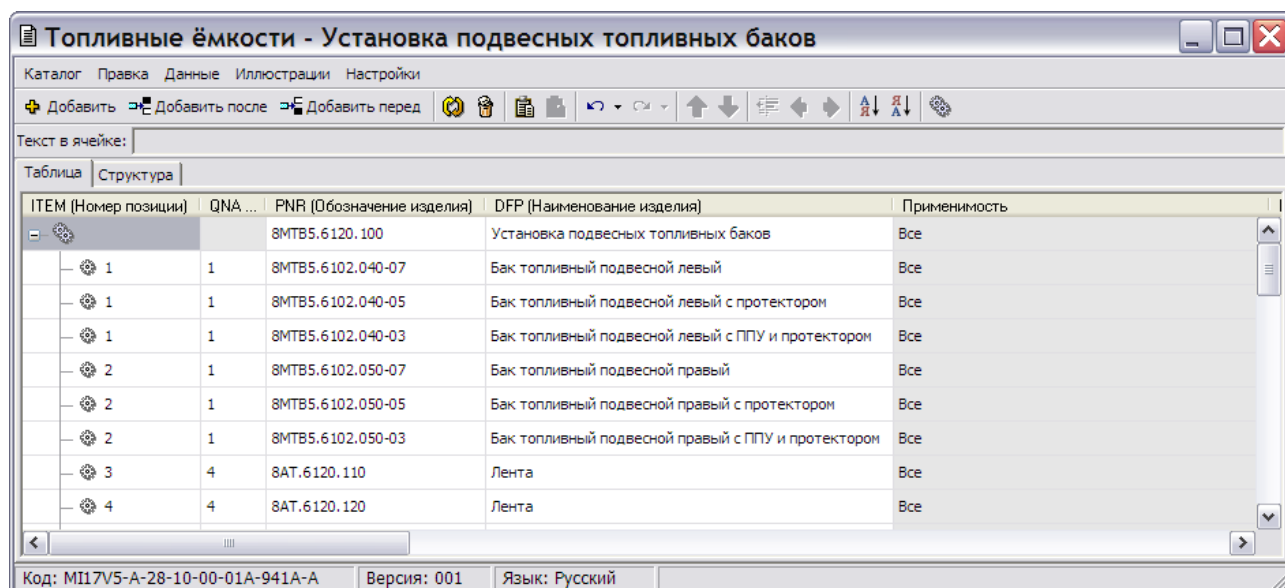

Рис. 22.64
3. Выделите версию модуля данных и нажмите на кнопку . При этом откроется окно редактора электронных каталогов (Рис. 22.64).